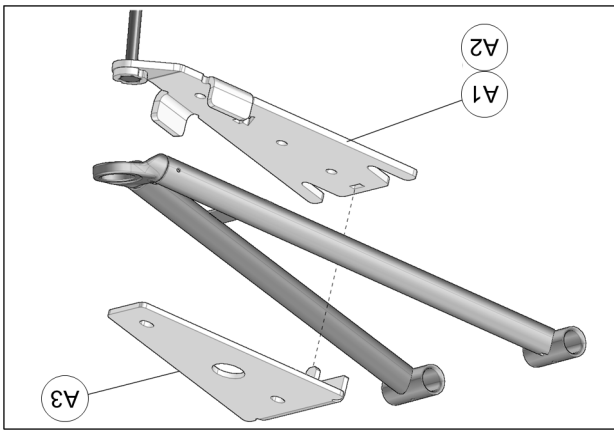

Fig. 18
5. Positionner la partie inférieure de l'ancrage anti-rotation (A1-A2) sous le bras de suspension inférieur. Positionner la partie supérieure (A3) au-dessus du bras de suspension et insérer le tenon de la partie pliée dans l'ouverture de la partie inférieure. Voir la Fig. 18